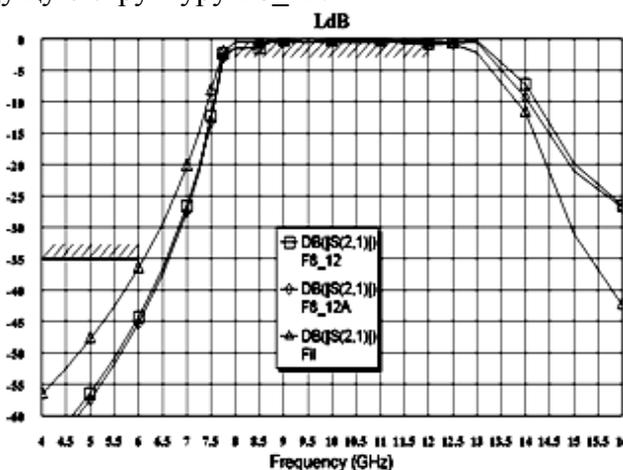

Рис. 3.17
10. Удалите предыдущую структуру **F8_12A**. Скопируйте оставшуюся структуру **F8_12** и переименуйте её в **F8_12A**. Чтобы ещё сузить полосу пропускания расширьте третьи и четвертые шлейфы на 0.1, как описано в пп.1-5 и выполните анализ. Рассчитанный график показан на рис. 3.17. Удалите предыдущую структуру **F8_12**.